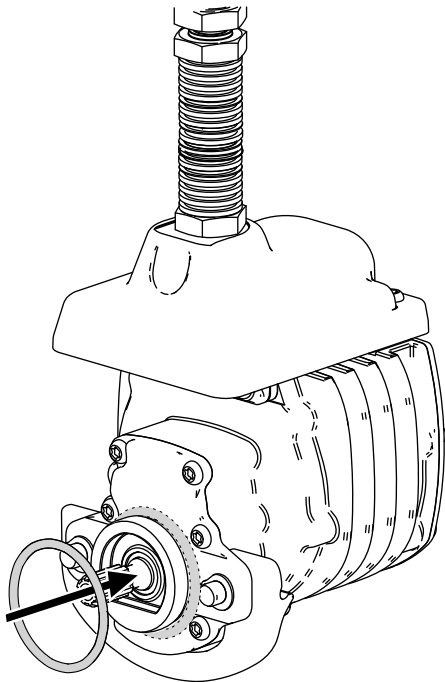

図 11
3. 各リールモータに、**図 11**のようにOリングを取り付ける。